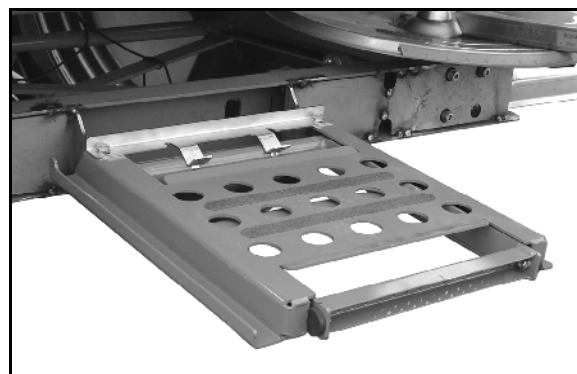

Рис. 39
- Если лестница больше не нужна, откиньте ее вверх и вместе с площадкой задвиньте вперед (Рис. 39).